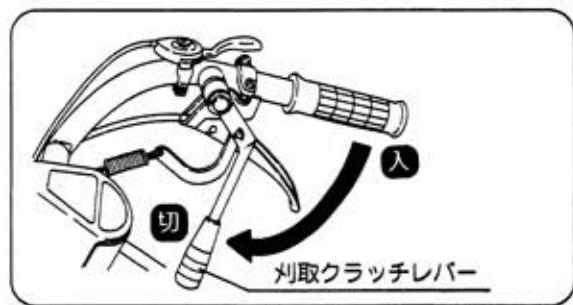

図12
- ② 刃取クラッチレバーを [切] 位置にします。 (図12)